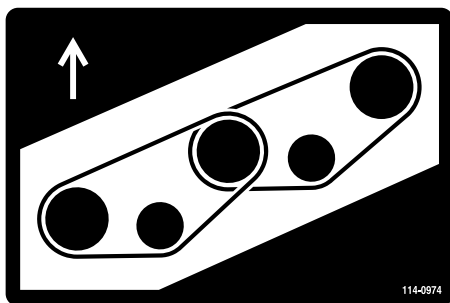
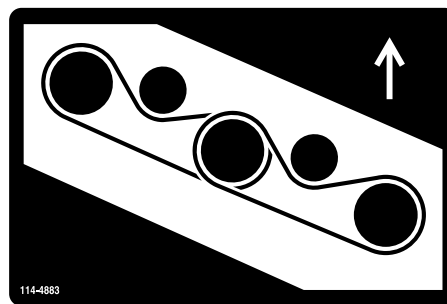

Figure 85
Figure 86
7. Installez la courroie neuve autour des poulies d'axe et de la poulie de tension (Figure 85 et Figure 86).